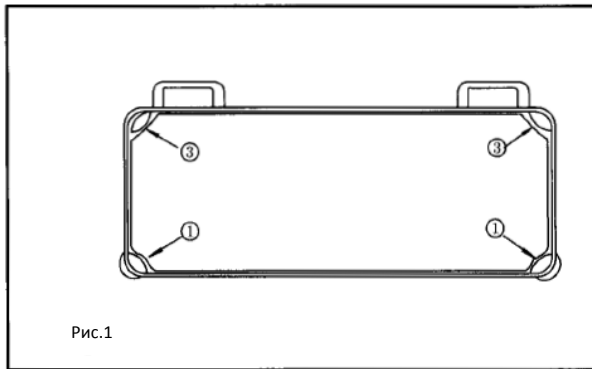
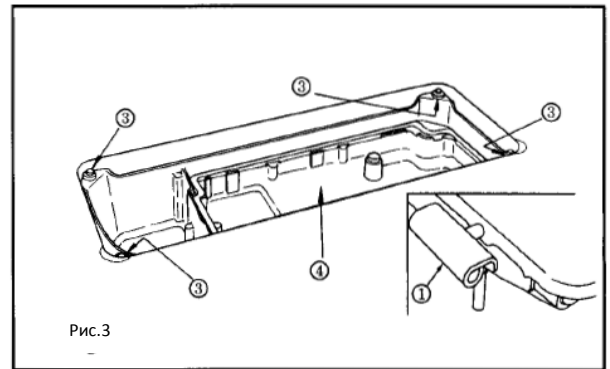
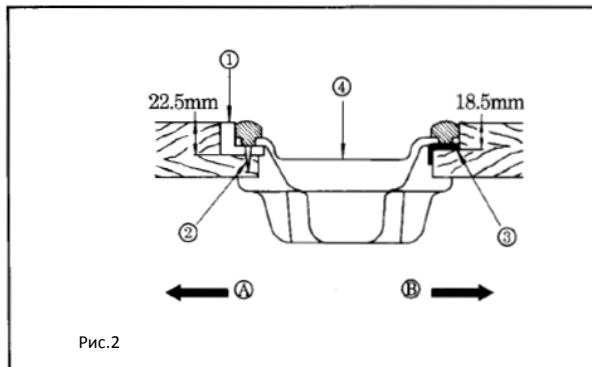
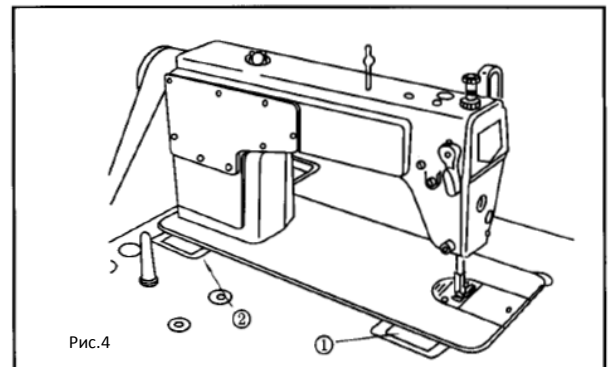

Рис.1
Рис.3
Рис.2
Рис.4
### **1. УСТАНОВКА (РИС.1, РИС.2, РИС.3, РИС.4)**
- 2) Установите две резиновые подкладки ① на стороне А (сторона оператора) при помощи шурупов ②, как показано на рисунке ниже. Установите две амортизационные подкладки ③ на стороне В (сторона петлителя) при помощи шурупов ②. Установите поддон ④ на закреплённые подкладки (рис.1, рис.2)
- 3) Зафиксируйте петлитель ① в отверстии платформы машины, установите головку машины на резиновую прокладку петлителя ② перед тем, как установить головку машины на подкладки ③, расположенные в четырех углах (рис.3, рис.4)